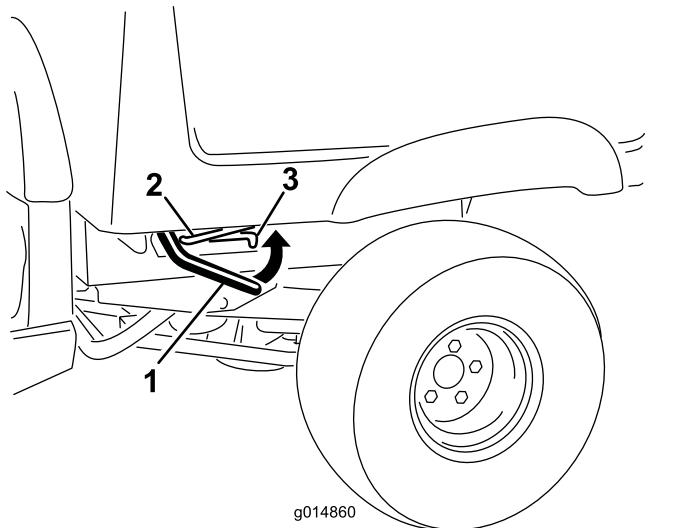

図 3
1. 車両の両側荷台前側の角部近くにあるラッチレバーを持ち上げて、荷台を完全に上昇させる図 3。
2. 荷台が上がったら、支え棒を、車体左側にしているスロットの奥までいれて荷台を支える図 3。
8. 車両の両側荷台前側の角部近くにあるラッチレバーを持ち上げる図 3。